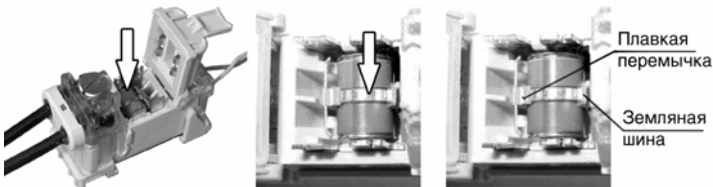

Рис. 13.15. Установка в соединитель защиты
13.2.8. Для защиты линии по напряжению установить газоразрядник в корпус соединителя до упора, как показано на рис. 13.15. При установке газоразрядника следует надавить на средний («земляной») контакт.